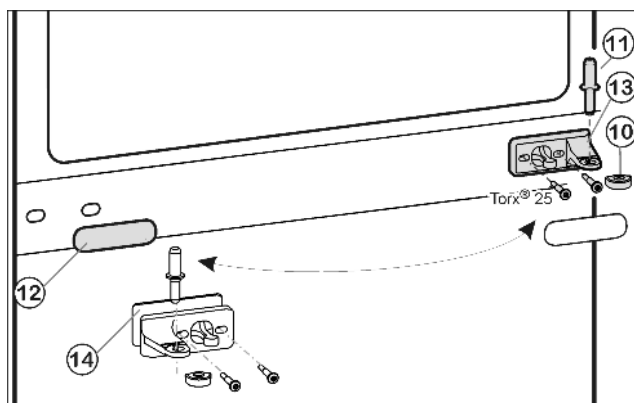
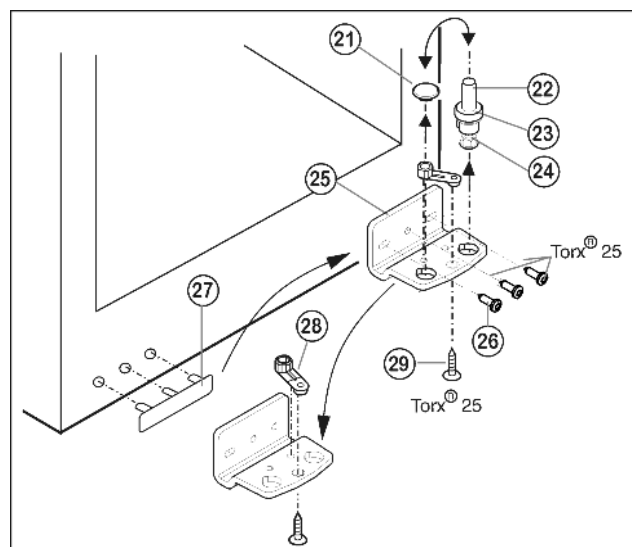

Fig. 5
Fig. 6
- ▶ Prostřední ložiskový čep Fig. 5 (11) vytáhněte ze stojanu ložiska a spodních dveří.
- ▶ Plastovou čepičku Fig. 5 (10) stáhněte.
- ▶ Stojan ložiska uprostřed Fig. 5 (13) odšroubujte (2 krát Torx® 25).
- ▶ Krytku Fig. 5 (12) opatrně stáhněte.
- ▶ Prostřední stojan ložiska Fig. 5 (13) s podložkou Fig. 5 (14) přišroubujte otočený o 180° na novou stranu závěsu (s 4 Nm).
- ▶ Krytku Fig. 5 (12) otočenou o 180° zasuňte na nové straně madla.
- ▶ Ložiskový čep Fig. 6 (22) včetně podložky Fig. 6 (23) a seřizovací nožky Fig. 6 (24) vytáhněte nahoru.
- ▶ Zátku Fig. 6 (21) odstraňte.
- ▶ Stojan ložiska Fig. 6 (25) odšroubujte Fig. 6 (26).
- ▶ Ložiskový díl Fig. 6 (28) odšroubujte Fig. 6 (29) a přemístěte jej do protilehlého upínacího otvoru stojanu ložiska, pak ho znovu pevně přišroubujte.
- ▶ Krytku na straně madla Fig. 6 (27) opatrně vytáhněte a přemístěte na druhou stranu.
- ▶ Stojan ložiska Fig. 6 (25) na nové straně závěsu zase přišroubujte příp. pomocí akumulátorového šroubováku (momentem 4 Nm).
- ▶ Zátku Fig. 6 (21) zase vložte do druhé díry.
- ▶ Ložiskový čep Fig. 6 (22) včetně podložky a seřizovací nožky zase nasadte. Přitom dávejte pozor, aby zajišťovací vačka směřovala dozadu.
- ▶ Spodní dveře nasadte shora na spodní ložiskový čep *Fig. 6 (22)*.
- ▶ Plastovou krytku *Fig. 5 (10)* nasadte zase na prostřední stojan ložiska *Fig. 5 (13)*.
- ▶ Prostřední ložiskový čep *Fig. 5 (11)* vložte přes prostřední pouzdro ložiska *Fig. 5 (13)* do spodních dvířek na nové straně závěsu.
- ▶ Horní dvířka usadte na prostředním ložiskovém čepu *Fig. 5 (11)*.
- ▶ Dveře případně pomocí obou podélných děr ve spodním stojanu ložiska *Fig. 6 (25)* a v prostředním stojanu ložiska *Fig. 5 (13)* vyrovnajte tak, aby lícovaly. Vyšroubujte prostřední šroub na stojanu ložiska dole *Fig. 6 (25)*.